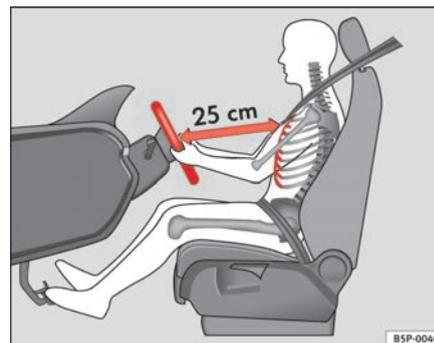

Fig. 98 Position de conduite correcte
- Réglez le volant jusqu'à ce que vous obteniez la position souhaitée ⇒ fig. 98.
- Réglez le siège du conducteur ou le volant de sorte que la distance entre celui-ci et votre thorax soit au moins de 25 cm ⇒ page 138, fig. 98. Si vous ne respectez pas cette distance minimale, le système d'airbags est dans l'incapacité de vous protéger – danger de mort !